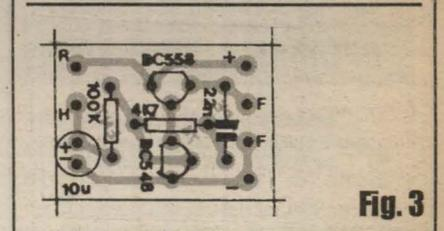

Fig. 3
**- FIG. 3 - CHAPEADO DA MONTAGEM (PLAQUINHA...)** - O lado não cobreado da plaquinha, já com todas as peças eletrônicas posicionadas e